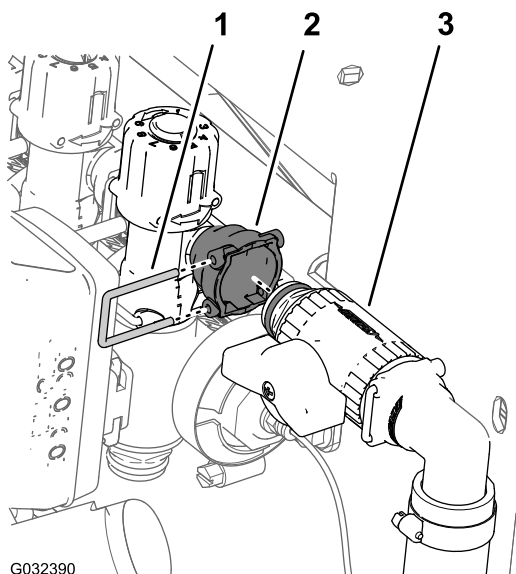

Figure 53
- Retirez l'étrier qui fixe la vanne de coupure au raccord sur le côté extérieur de la vanne de dérivation associée à la vanne de section de rampe droite, et séparez les vannes (Figure 53).